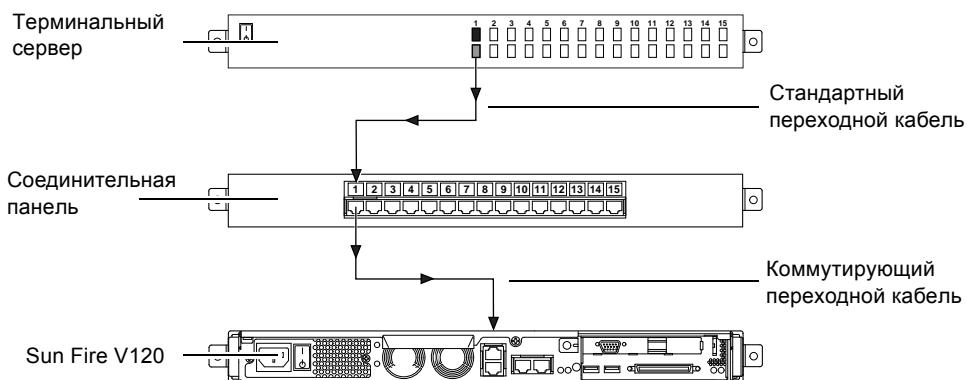

РИС. 6-3 Подключение терминального сервера к серверу Sun Fire V120 или Netra 120 через соединительную панель
- Подсоедините коммутирующий переходной кабель к соединительной панели, а панель подключите к серверу Sun Fire V120 или Netra 120 с помощью обычного переходного кабеля (см. РИС. 6-3).